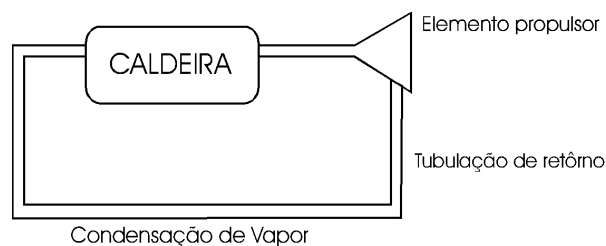

Figura 1. Combustão externa: calor é produzido fora do motor em caldeiras.
**4.1. Térmicos de combustão externa:** A combustão é realizada externamente ao motor, isto é, o calor é produzido fora do motor em local denominado de caldeira (Figura 1). Em geral utiliza-se vapor d'água proveniente da elevação de pressão no processo de ebulição. Nesta categoria se enquadram os motores das locomotivas a vapor. Atualmente o princípio é utilizado nas Usinas Termoelétricas, podendo utilizar combustível fóssil ou nuclear.